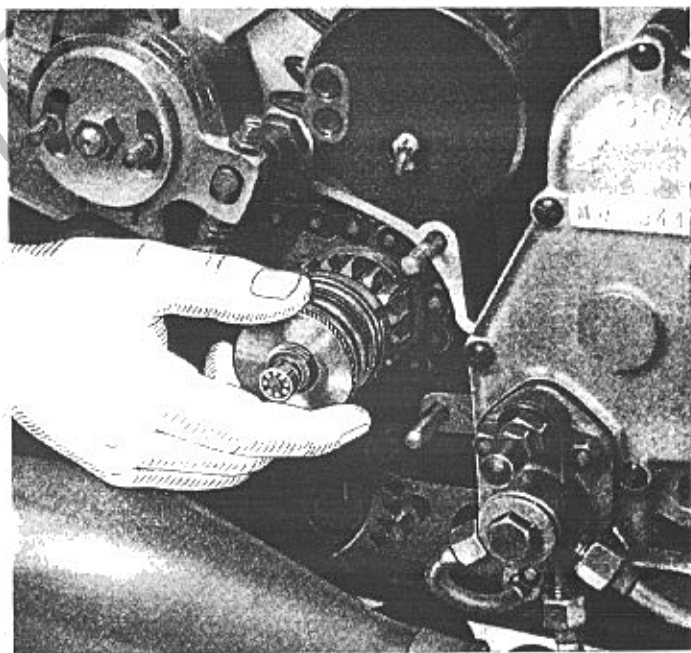

Fig. 10
a) dipende da molle troppo scariche: avvitare il disco zigrinato o sostituire le molle (vedere fig. 10);